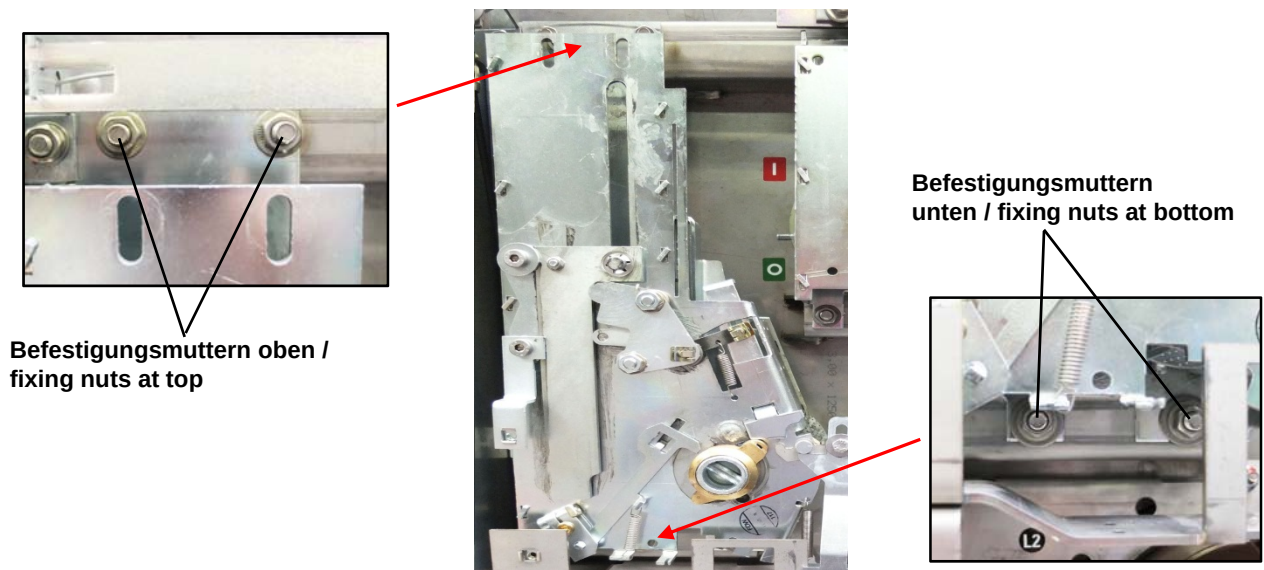

Abb. 6: Demontage des SEA-Antriebes / pict. 6: de-assemble the SEA-mechanism
- Die Befestigungsmuttern oberhalb und unterhalb (s. Abb. 6) des SEA-Antriebes lösen und Antrieb vorsichtig abnehmen. Vor der Demontage darauf achten, dass der Lastschalter ausgeschaltet ist.